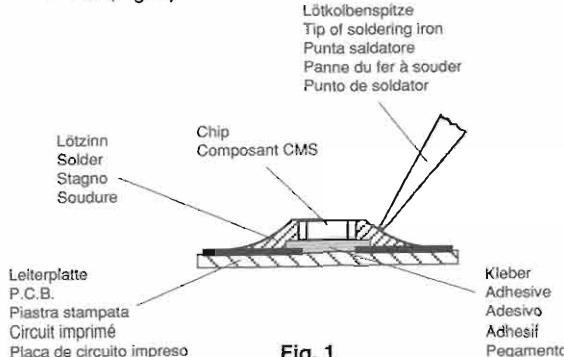

Fig. 1
1. Schritt: CHIP-Lötstelle mit Sauglitze absaugen (Fig. 1).
1. step: Clean the CHIP soldering point with a solder wick (Fig. 1).
1. Aspirer la soudure du composant CMS à l'aide de la tresse à souder (Fig. 1).
1. Aspirare i punti di saldatura del CHIP con una calza dissaldante (Fig. 1).
Primer paso: Aspirar el estaño del punto de soldadura con un aspirador de los tipos de pera o de resorte (Fig. 1).